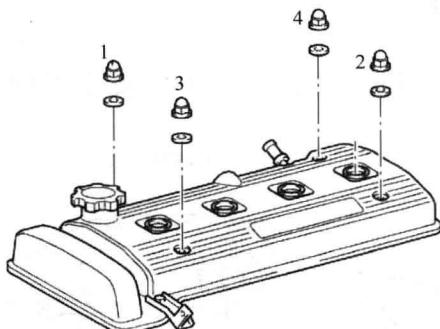

图 1-10 拆卸气门盖
- 2) 用长套筒、长接杆、棘轮扳手按顺序拆卸气门盖紧固螺母。严格按照图 1-10 所示的拆卸顺序进行操作。